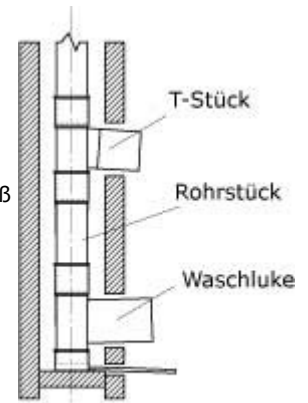

Bild 1
1. Im Schornstein eine Öffnung ausschlagen um die Waschluke mit dem T-Anschlussstück einsetzen (siehe – Bild 1). Der Schornsteineinsatz ist so entworfen, dass sich die ganze Last des Schornsteineinsatzes an der Kondensatschale, die an der Waschluke montiert ist, stützt. Es muss also ein entsprechender Untersatz für die Kondensatschale vorbereitet werden, damit eine stabile und freie Stützfläche über die ganze Fläche der Kondensatschale entsteht. Der Mindestabstand der Waschlukentür vom Boden beträgt 30 cm